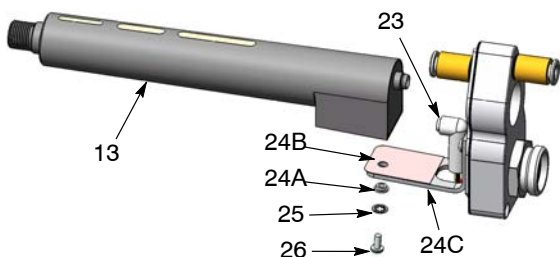
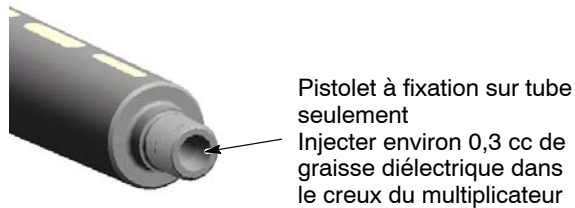

Fig. 29 Remplacement du multiplicateur
Fig. 33 Graissage du creux du multiplicateur – pistolet à fixation sur tube
4. Voir la figure 29. Retirer la vis (26) et la rondelle frein (25), puis retirer le multiplicateur (13) de la console (24C).
5. Débrancher la fiche du faisceau (23) du multiplicateur.
1. Voir la figure 29. Brancher la fiche du faisceau (23) au multiplicateur (13).
3. Fixer le multiplicateur à la console avec la vis (26) et la rondelle frein (25).
4. Pistolet à fixation sur tube seulement : Voir la figure 33. Injecter environ 0,3 cc de graisse diélectrique dans le creux du multiplicateur de sorte qu'il soit rempli à environ 75 %.
2. Voir la figure 33. Injecter environ 0,3 cc de graisse diélectrique dans le creux du multiplicateur de sorte qu'il soit rempli à environ 75 %.